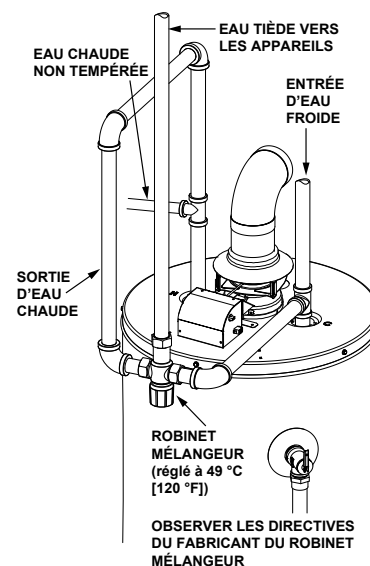

FIGURE 14.
3. Le fabricant du chauffe-eau recommande l'installation d'un robinet mélangeur ou d'un dispositif anti-ébullantage sur la conduite d'eau chaude domestique de la façon illustrée à la Figure 14. Ce type de dispositif rapidement utilisable sert à abaisser la température de l'eau aux points d'utilisation par le mélange de l'eau chaude et de l'eau froide.